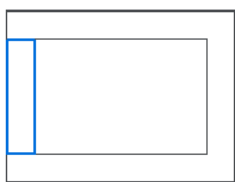
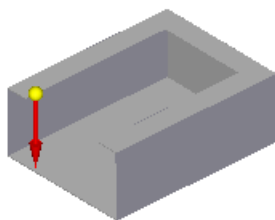

图 8.6.10 截面草图
图 8.6.11 定义移除方向
② 绘制图 8.6.10 所示的截面草图。
③ 单击“主页”操控板中的“关闭草图”按钮,退出草图绘制环境。
(3) 定义除料特征属性。在命令条中单击按钮,单击“穿透下一个”按钮,并将移除方向调整至图 8.6.11 所示的方向。